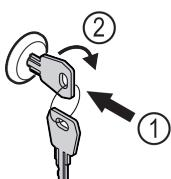

Fig. 152 例图
- 按入钥匙 Fig. 152 (1)。
- 将钥匙顺时针转动 90° Fig. 152 (2)。